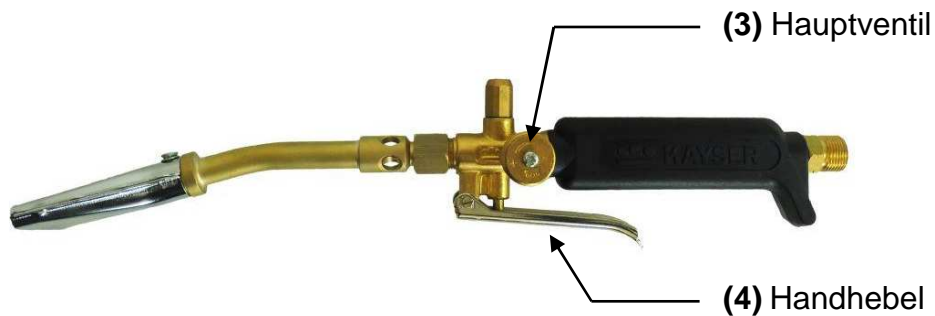

Abbildung 8: Brenner
3. Hauptventil des Brenners schließen. → s. Abb.8, S. 11
2. Öffnen des Hauptventils (3) am Handbrenner (s. Abb. 8, S. 11) (Ventil gegen dem Uhrzeigersinn drehen, meistens ist eine halbe Umdrehung ausreichend).
3. Anziehen des Handhebels (4) → Gas entströmt. Nun Pyrosil® bei angezogenem Handhebel mit einer Fremdflamme (Feuerzeug o.ä.) entzünden.
4. Lösen des Handhebels (4) → Brenner formt Sparflamme (s. dazu Kapitel 5.3, S. 18).
Kann bei geöffneten Ventilen (1) und (2) am Gerät sowie bei geöffnetem Hauptventil am Brenner (3) (Abb. 8, S. 11), bei gefüllten Kartuschen und bei einwandfreiem Gasschlauch die Flamme nicht korrekt gezündet werden, so ist möglicherweise das Grundgerät defekt. In diesem Falle kontaktieren Sie den Hersteller.